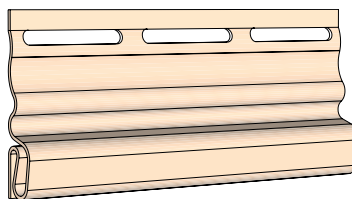
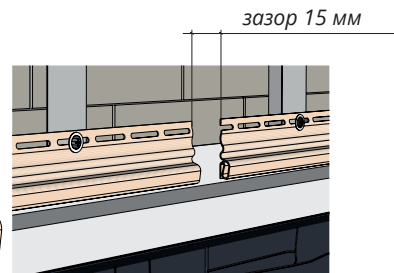

Рисунок 84
Рисунок 85
16.2 Вторая (рис. 84): стартовая планка, длиной 3 м от винилового сайдинга, используется для коллекции «Сибирская дранка». В случаях если длина стены превышает длину планки, монтируется с зазором на тепловое расширение не менее 15 мм (рис. 85).